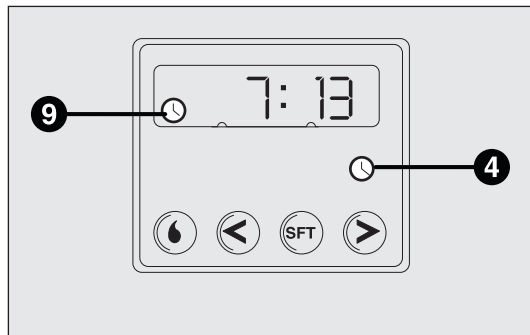

fig. 57
- Premere il pulsante 4: si accenderà il display e la spia 9-fig. 57;
Letture dell'ora corrente fig. 57